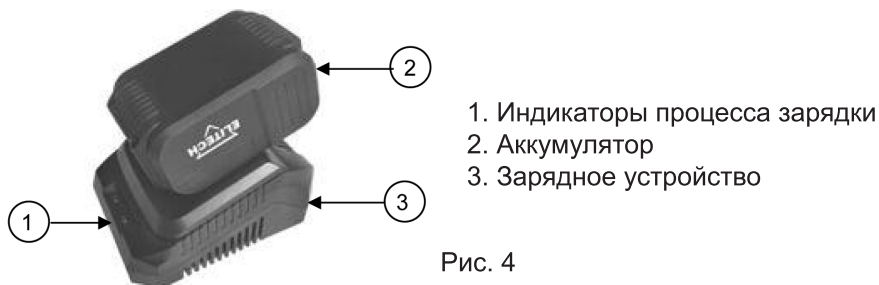
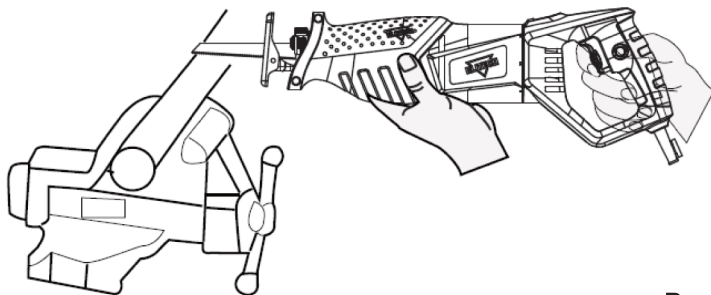

Рис. 4
Рис. 5
Подключите зарядное устройство (Рис. 4) к электросети. Зеленый световой индикатор начнет мигать.
- Вставьте аккумулятор 2 (Рис.5) в зарядное устройство 3 (Рис. 4)
- Извлеките аккумулятор 2 (Рис. 4) из устройства, нажав на кнопку разблокировки аккумулятора и потянув аккумулятор из устройства.
Во время работы пилу нужно крепко прижимать к материалу, чтобы опорный башмак непрерывно прижимался к обрабатываемому материалу. Распиливаемый материал нужно зафиксировать, чтобы он не отлетел в сторону (Рис. 5).